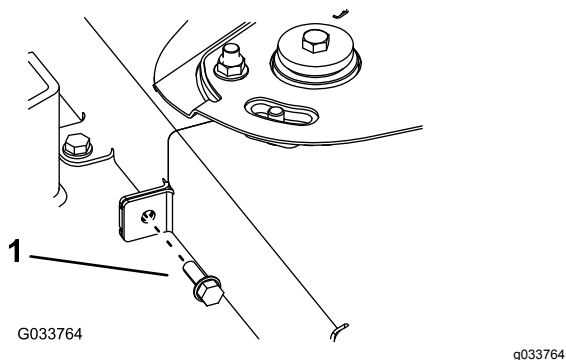

Figura 70
6. Rimuovete il bullone che fissa i 2 copricinghia (Figura 70).
11. Montate il bullone che fissa i 2 copricinghia (Figura 70).